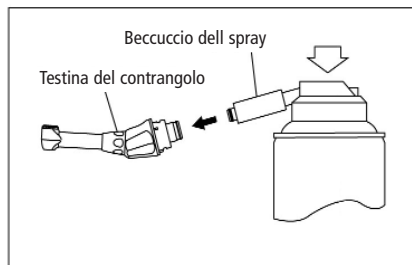

Fig. 12
2. Inserire il beccuccio dell'olio spray nella parte posteriore della testina del contrangolo e lubrificare la testina per 2-3 secondi (Fig. 12).